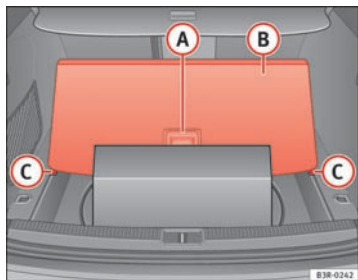

Fig. 124 Plancher de chargement relevé
- Relevez le couvre-coffre **B** à l'aide de la poignée **A** ⇒ fig. 124 et alignez les arêtes extérieures dans les évidements **C**.
- Rabattez le plancher de chargement à l'aide de la poignée **A** ⇒ fig. 124 jusqu'au dossier de la banquette arrière.
Vous pouvez également ranger des petits objets **sous** le cache **B** ⇒ fig. 124.